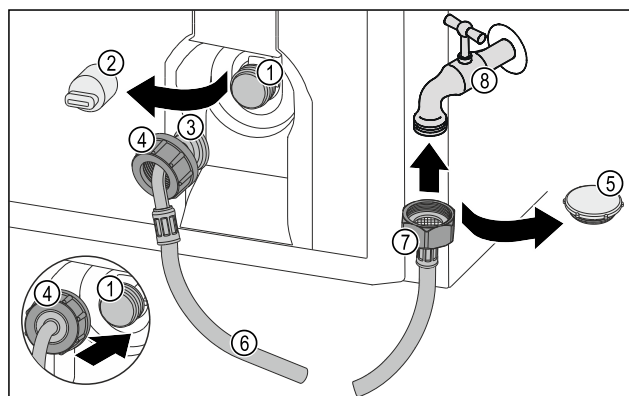

Fig. 22
- Retirer le capuchon de fermeture Fig. 22 (5).
- Placer l'extrémité de flexible droite Fig. 22 (7) sur le robinet d'eau Fig. 22 (8).
- Serrer l'écrou sur l'extrémité de flexible droite Fig. 22 (7) dans le sens des aiguilles d'une montre.